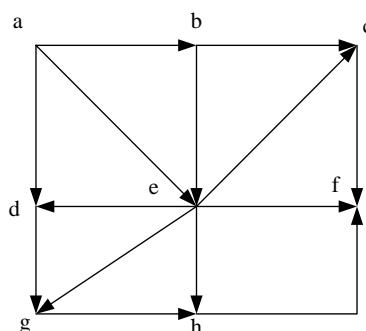

Рис. 3
3. Для направленного графа электрической сети, показанного на рис.3, выделить дерево и хорды, пронумеровать ветви, составить матрицы M , N , $\mathbf{Y}_y^{\&}$ (последняя – в общем виде).